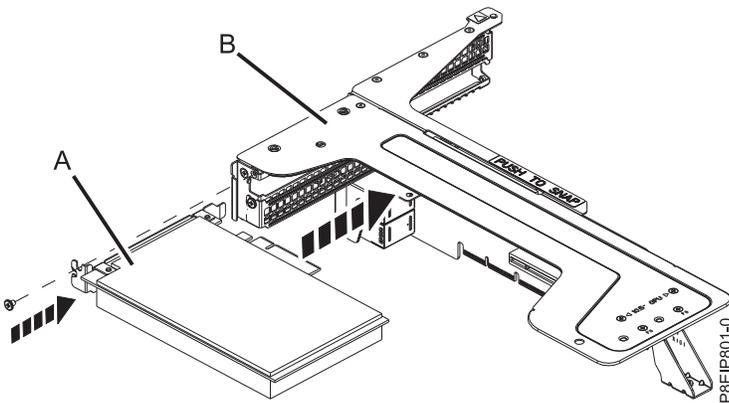

図 50. PCIe ライザーの位置 3 へのアダプターの挿入
- b. 位置 3 に配置する PCIe アダプター (A) を PCIe アダプター・ライザー (B) に挿入します(図 50 を参照)。